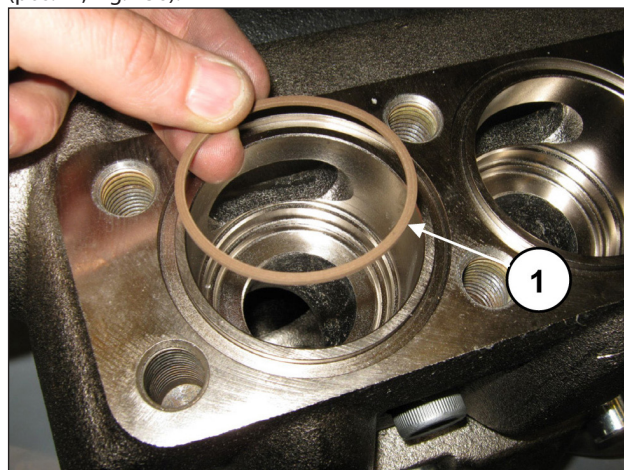

Fig. 156
Introducir la anilla antiextrusión, pos. dibujo desglosado 23 (pos. ①, Fig. 156).